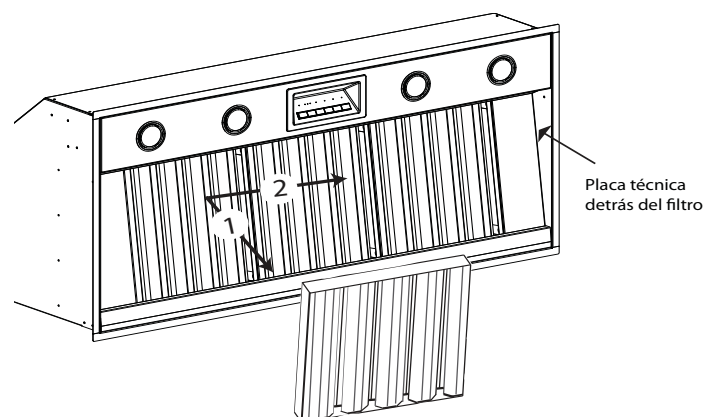

Figura 6: Ubicación de la placa técnica
- Las etiquetas de las características del aparato y del número de serie están pegadas en los paneles laterales de la campana y se ven cuando se quitan los filtros (*Figura 6 en la página 8*).
El número de modelo y el número de serie están escritos en la placa técnica. Refiérase a la placa técnica cuando solicite servicio. La placa se encuentra en el armazón, detrás de los filtros. Quite el filtro para consultarla (Figura 6).